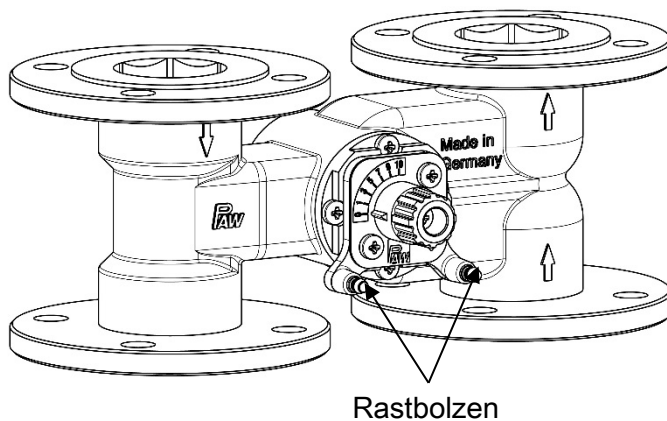

Abb. 5
4. Rasten Sie den Stellmotor auf den Stellknopf des Mischers und die zwei Rastbolzen auf. Der Stellmotor muss gemäß Abbildung 5 montiert werden.